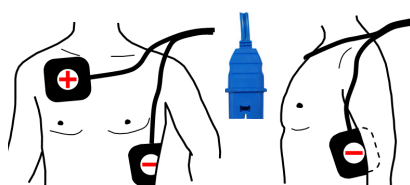

Fig. 5.3 Festesteder for voksne og barn som veier 25 kg eller mer
Elektrodeplasseringen er den samme for voksne og for barn som veier 25 kg eller mer (se Fig. 5.3 Festesteder for voksne og barn som veier 25 kg eller mer).
1. Rengjør og tørk festepunktene for elektrodene (se Fig. 5.3 Festesteder for voksne og barn som veier 25 kg eller mer). Rengjør huden bare ved å skrubbe forsiktig med en tørr klut, og barber om nødvendig.
3. Fest den andre elektroden på skrå under venstre bryst som vist i Fig. 5.3 Festesteder for voksne og barn som veier 25 kg eller mer.